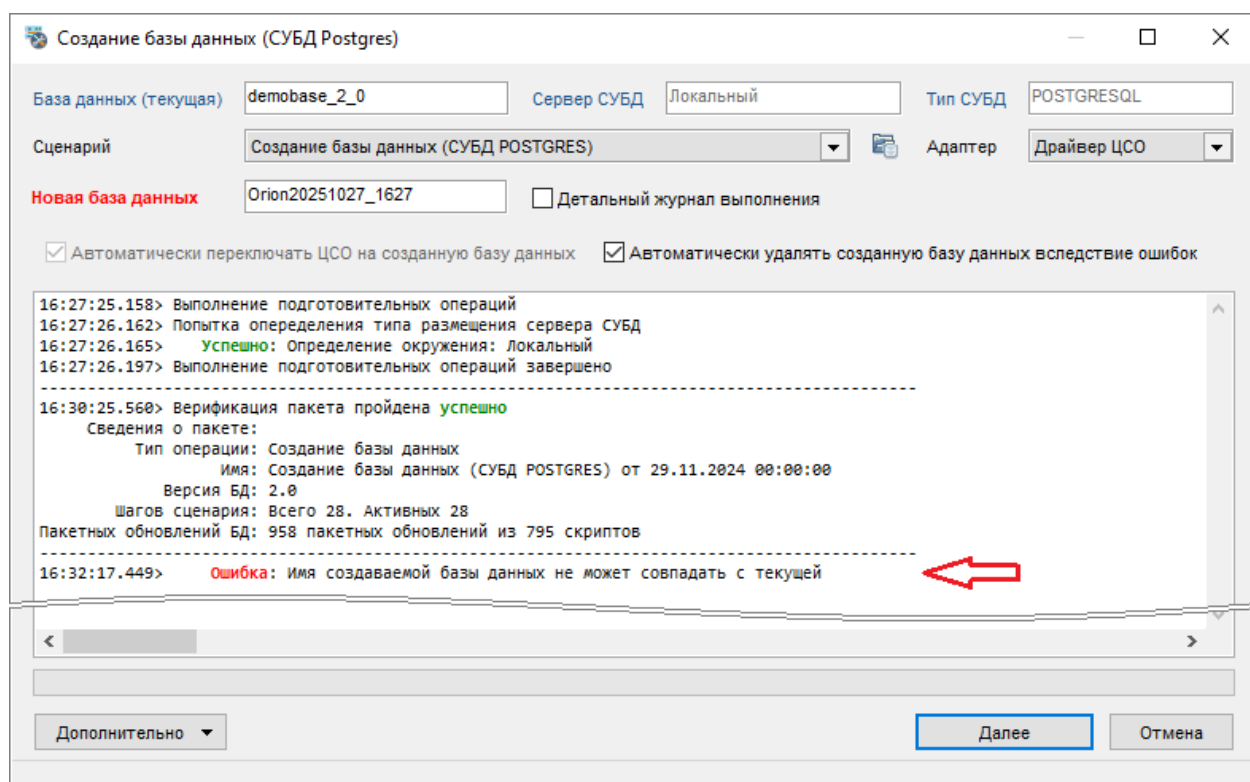

Рисунок 4-45 Отображение ошибки в окне "Создание базы данных"
- 3) при отображении в протоколе ошибок (см. Рисунок 4-45) внесите необходимые изменения в настройки и нажмите кнопку «Далее»;